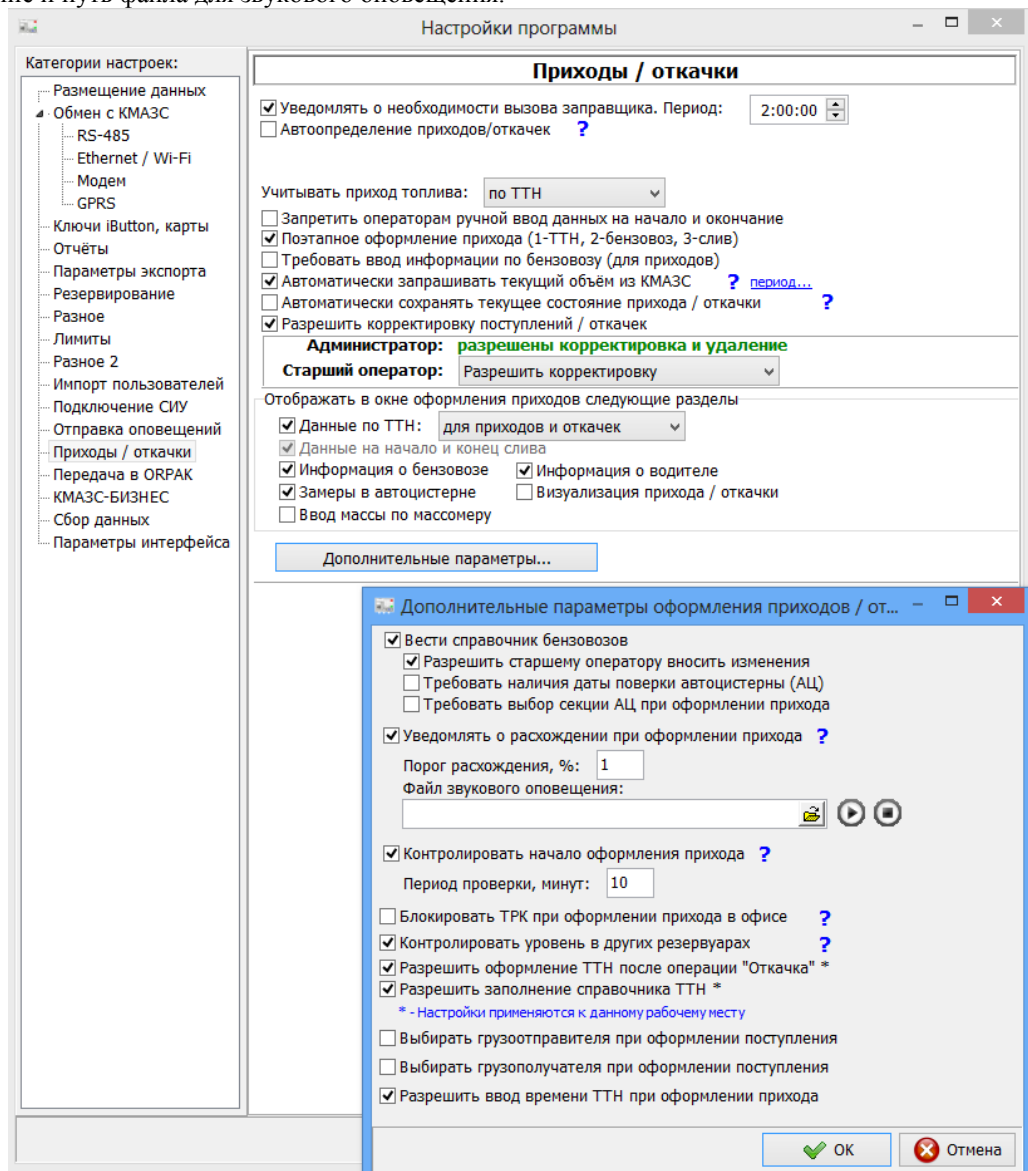

Рис. 29
- «Контролировать начало оформления прихода», «Контролировать уровень в других резервуарах» в окне «Дополнительные параметры оформления прихода» (рис.29),
- «Автоматически запрашивать текущий объем из КМАЗС» (меню Настройки программы\Приходы/Откачки(рис.29))»